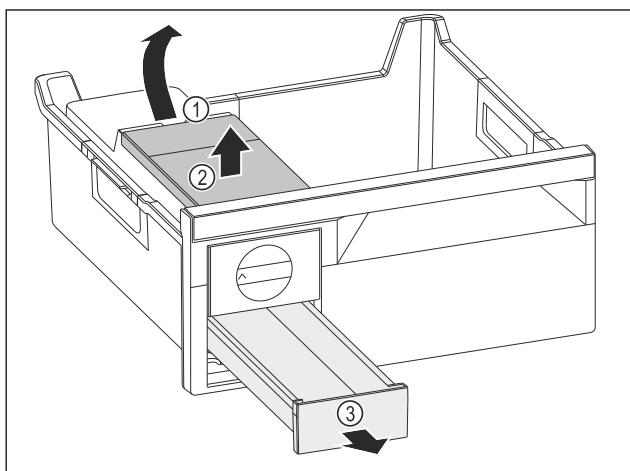

Fig. 111
- Извлеките бак для воды: Поднимите бак для воды за выемку Fig. 111 (1).
- Извлеките бак для воды Fig. 111 (2) движением вверх.
- Извлеките выдвижной ящик для кубиков льда Fig. 111 (3) движением вперед.